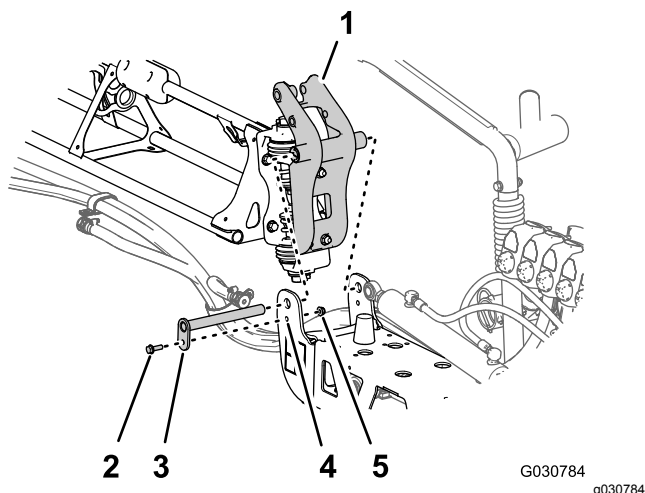

Рисунок 121
3. Совместите втулки в креплениях оси поворота с отверстиями во фланцах кронштейна оси поворота в конце средней секции опрыскивателя (Рисунок 121).